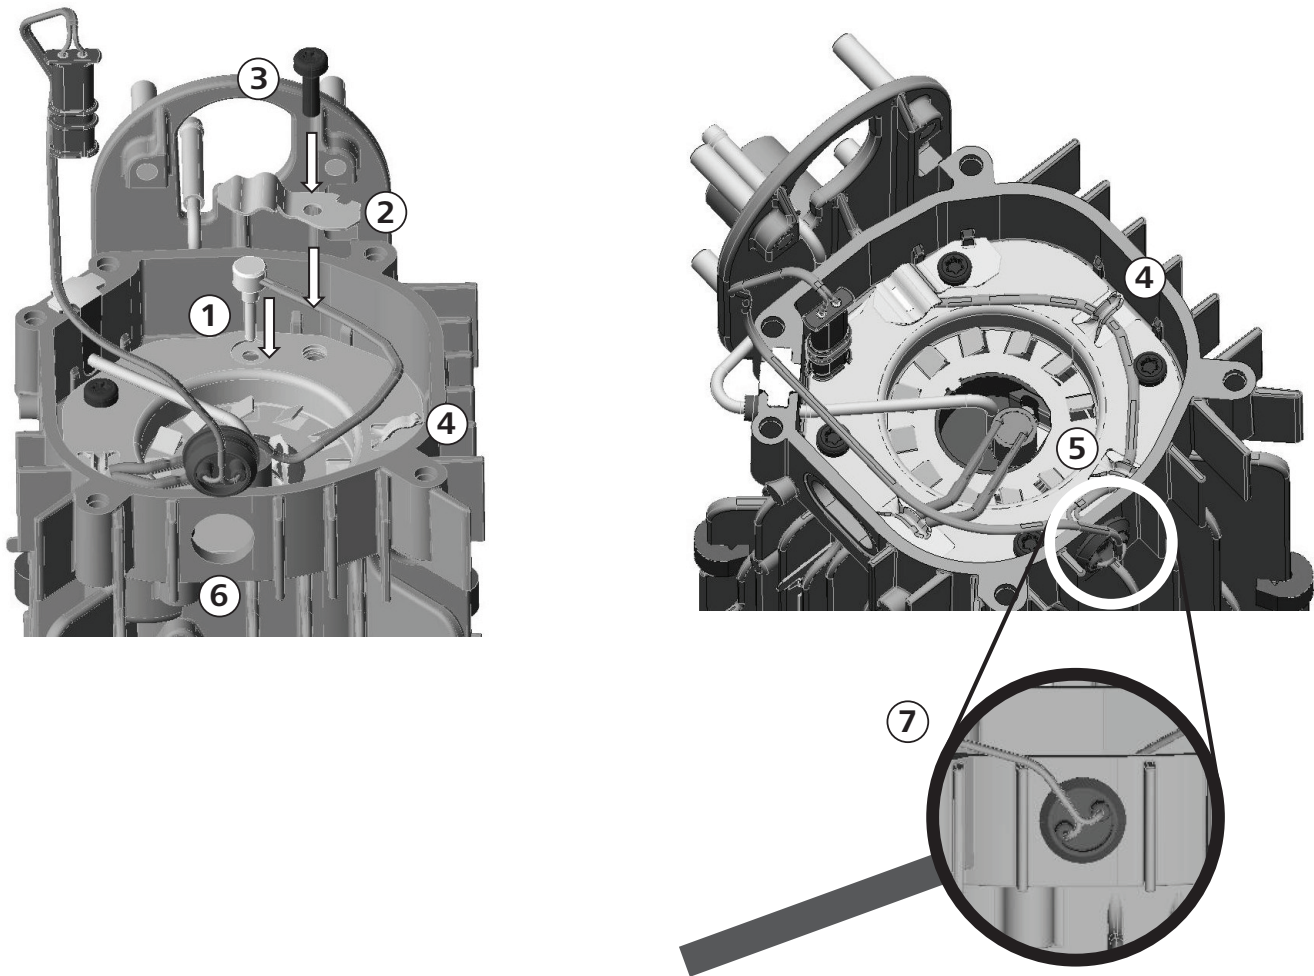

Abb. 905a Wechsel Abgastemperatursensor
7. Kabeltülle (2) am Abgastemperatursensor-Anschlusskabel nach innen aus Wärmeübertrager (3) herausdrücken.
8. Laschen (4 und 5, Abb. 905a) in der Drallblende, wenn erforderlich, mit Schraubendreher um **maximal 60°** hochbiegen und Kabel aus der Führung nehmen.
1. Abgastemperatursensor (1, Abb. 905a) in die dafür vorgesehene Bohrung einführen. Das Kabel zeigt dabei in Richtung der ersten Lasche (4).
2. Neue Haltefeder (2) auflegen und mit Schraube (3) von Hand festziehen.